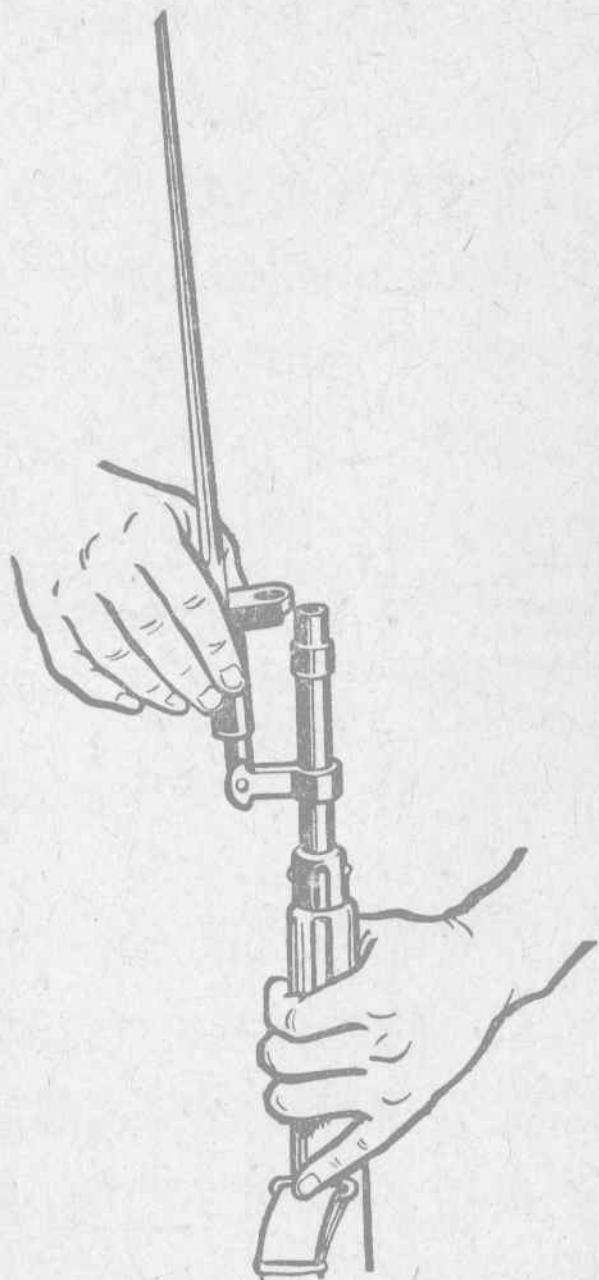

图8 折叠枪刺
②折叠枪刺：将枪托放在地上，枪面向內，左手握住枪口部分，右手将枪刺管向上提起，使駐笋孔离开枪口后，向右折下枪刺，把刃部納入护木內(图8)。
③旋出通条：用右手向左(反时針方向)把通条旋松后即可拔出。
④取下弹仓：用右手食指压下弹仓盖卡笋的按鈕，并以拇指和中指协助打开弹仓盖，然后